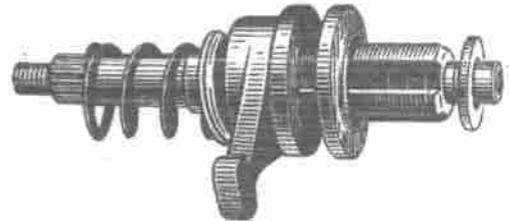

Bild 113. Zusammenbau der Gangschaltwelle
3. Auf Schaltwelle Muffe, Anschlagscheibe, Federteller und Feder aufsetzen (Bild 113). Welle ins Gehäuse einsetzen, Deckel mit Beilage anordnen und mit drei Schrauben befestigen.